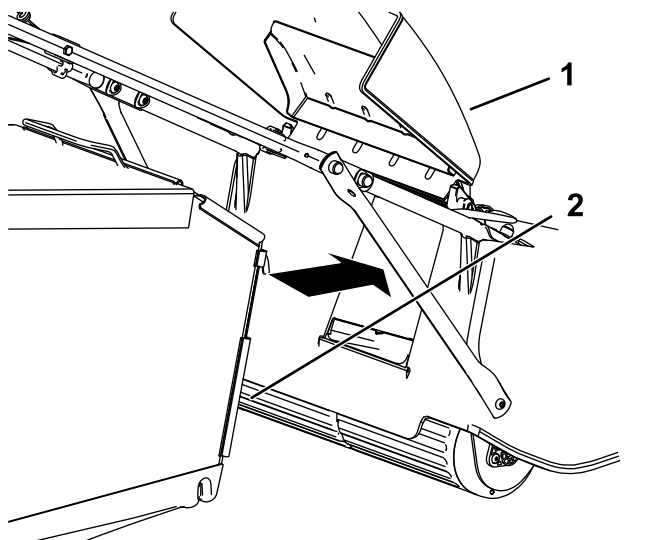

Figura 22
4. Enganche el recogedor en su posición (Figura 22).